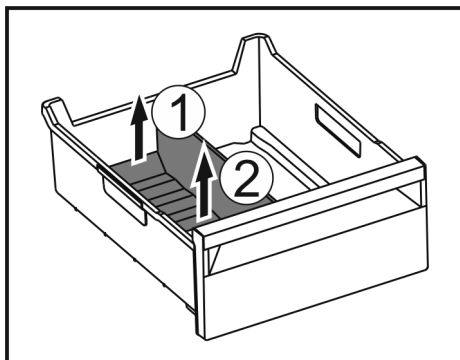

Fig. 114
- ▶ Ridicați partea posterioară a separatorului pentru compartimentul de gheață. Fig. 114 (1)
- ▶ Scoateți separatorul pentru compartimentul de gheață în sus. Fig. 114 (2)